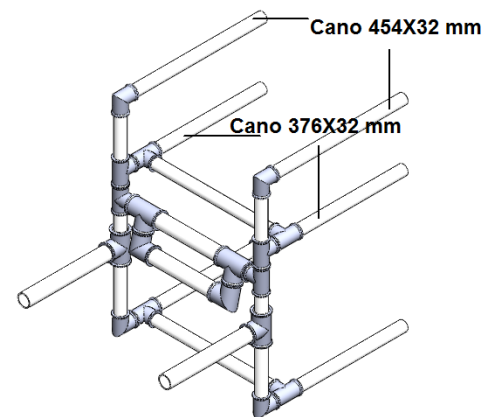

Figura 41. Montagem Final – Passo 14
- Passo 14: Junte 2 canos 376X32 mm e 2 canos 454X32 mm ao conjunto montado no passo 13, como mostrado na figura 41 (1 unidade);